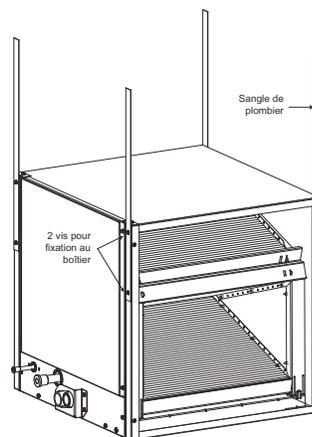

Fig. 7 – Suspension du serpentin à l'aide de feuillard perforé
2. Fixez la courroie de plomberie dans les quatre coins du caisson du serpentin. (Consultez la figure 7.)
2. Fixez la courroie de plomberie dans les quatre coins du caisson du serpentin. Consultez la figure 7.